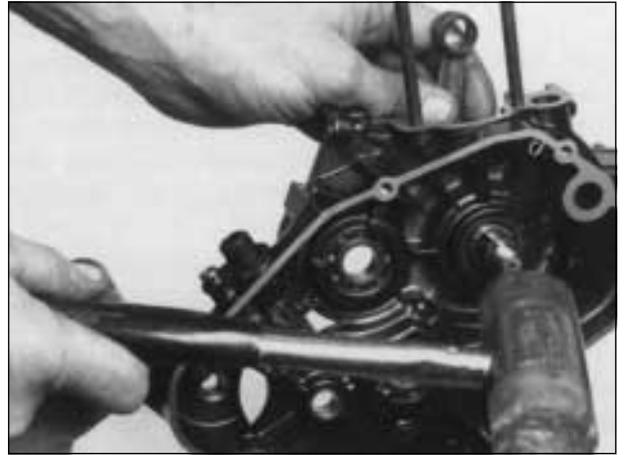

Fig. 28
26) TOGLIERE il contralbero equilibratore (Fig. 27), sfilare quindi l'imbiellaggio dal semicarter lato frizione battendo con un martello di plastica o gomma (Fig. 28) facendo attenzione a non rovinare il tratto filettato.
26) REMOVE the countershaft (Fig. 27), then take of the crankshaft of the crankcase, tapping with a plastic or rubber hammer (Fig. 28) and being careful not to spoil the threaded part.